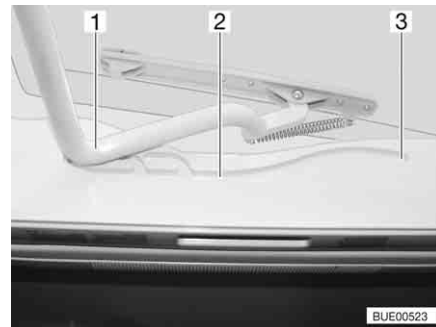

Fig. 91 Oblò Heki, guida
- Tirare la staffa (Fig. 91,1) nelle guide (Fig. 91,2) fino alla posizione più all'indietro (Fig. 91,3).
- Spingere la staffa (Fig. 91,1) leggermente verso l'alto con ambedue le mani.
- Tirare la staffa nelle guide (Fig. 91,2) fino alla posizione desiderata.